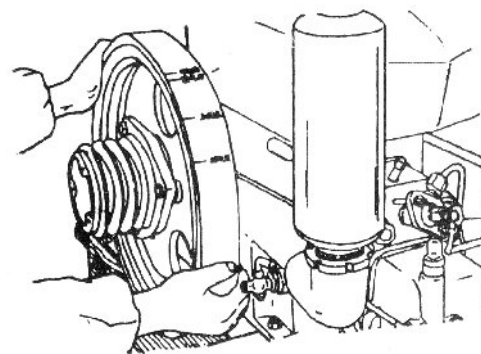

Fig. 9- Girar o volante para a posição T. D. C. exigida
4. Girar o volante até não conseguir mais. Depois empurrar a alavanca de descompressão para baixo e continuar a girar o volante até a linha marcada no volante corresponder à linha marcada no radiador (Fig. 9), de modo que as válvulas de admissão e descarga ficam ajustadas na condição fechada e o pistão fica ajustado na posição central neutra no curso de compressão para evitar a entrada de qualquer poeira no cilindro.
2. Girar o volante até a marca T na sua periferia coincidir com a linha marcada no radiador para ajustar o pistão na sua posição central neutra superior no curso de compressão. (Fig. 9).